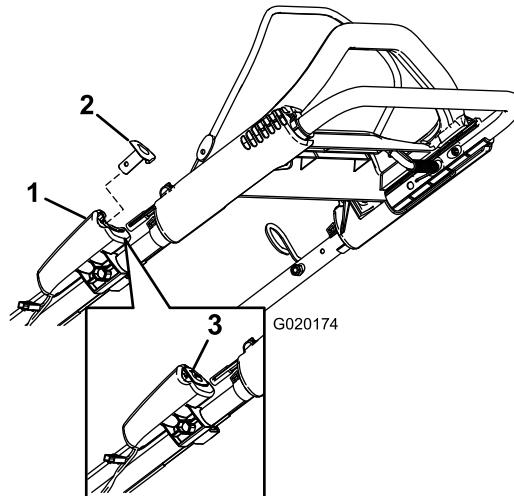
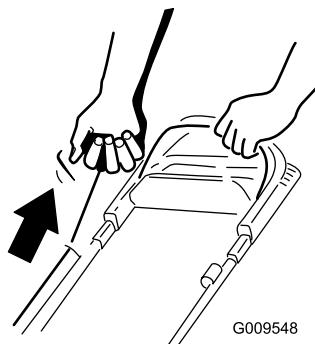

Figura 13
Figura 14
2. Presione el botón de arranque eléctrico (modelo de arranque eléctrico solamente; consulte Figura 13) o tire de la cuerda del arrancador de retroceso (Figura 14).
Nota: Si se ha retirado el botón de arranque eléctrico, intodúzcalo en el arrancador eléctrico; consulte Figura 13 (modelo de arranque eléctrico solamente).
Nota: Cuando tire del arrancador de retroceso, tire suavemente hasta que note resistencia; luego tire con fuerza (Figura 14). Deje que la cuerda vuelva lentamente al manillar.